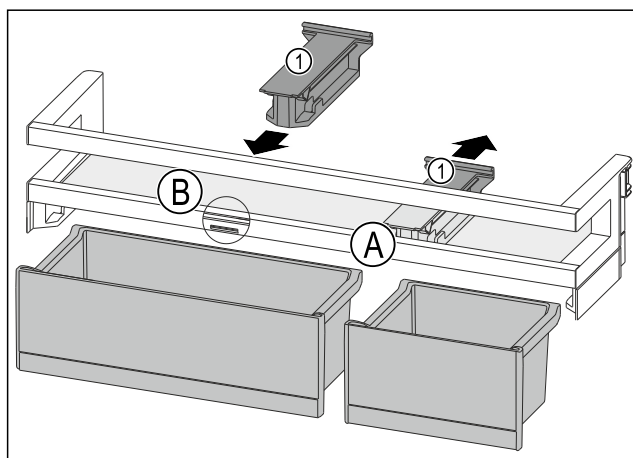

Fig. 127
- ▶ Držák Fig. 127 (1) v poloze Fig. 127 (A) stáhněte dozadu.
- ▶ Držák Fig. 127 (1) vložte v poloze Fig. 127 (B).